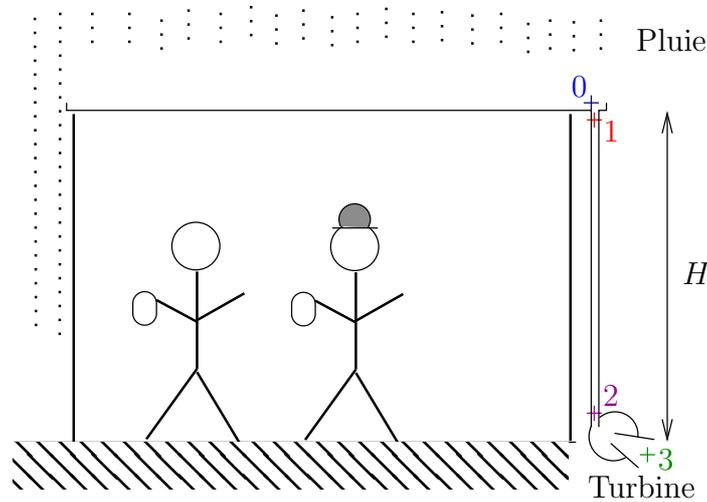

FIG. 1 – Points du tube de courant.
3) En écrivant Bernoulli (sans perte - cf FIG. 1) sur le tube de courant vertical :